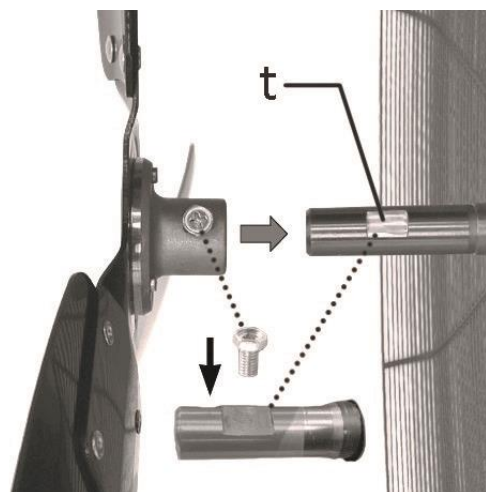

bild 14
2. Sätt i centrum av fläktbladet (rikta in mot spåren/platta delen (t) på motoraxeln) i motoraxeln och dra åt skruven på mitten av fläktbladet. (bild 14)